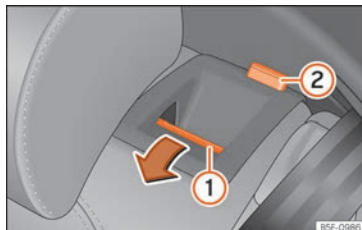

Fig. 161 Dans le dossier de la banquette arrière : touche de déverrouillage ① ; repère rouge ②.
- Tirez la touche de déverrouillage »» fig. 161 ① vers l'avant et, en même temps, rabaissez le dossier.
- Le dossier arrière est débloqué quand le repère rouge est visible sur la touche ②.
Le dossier arrière est débloqué quand le repère rouge est visible sur la touche » fig. 161 ②.